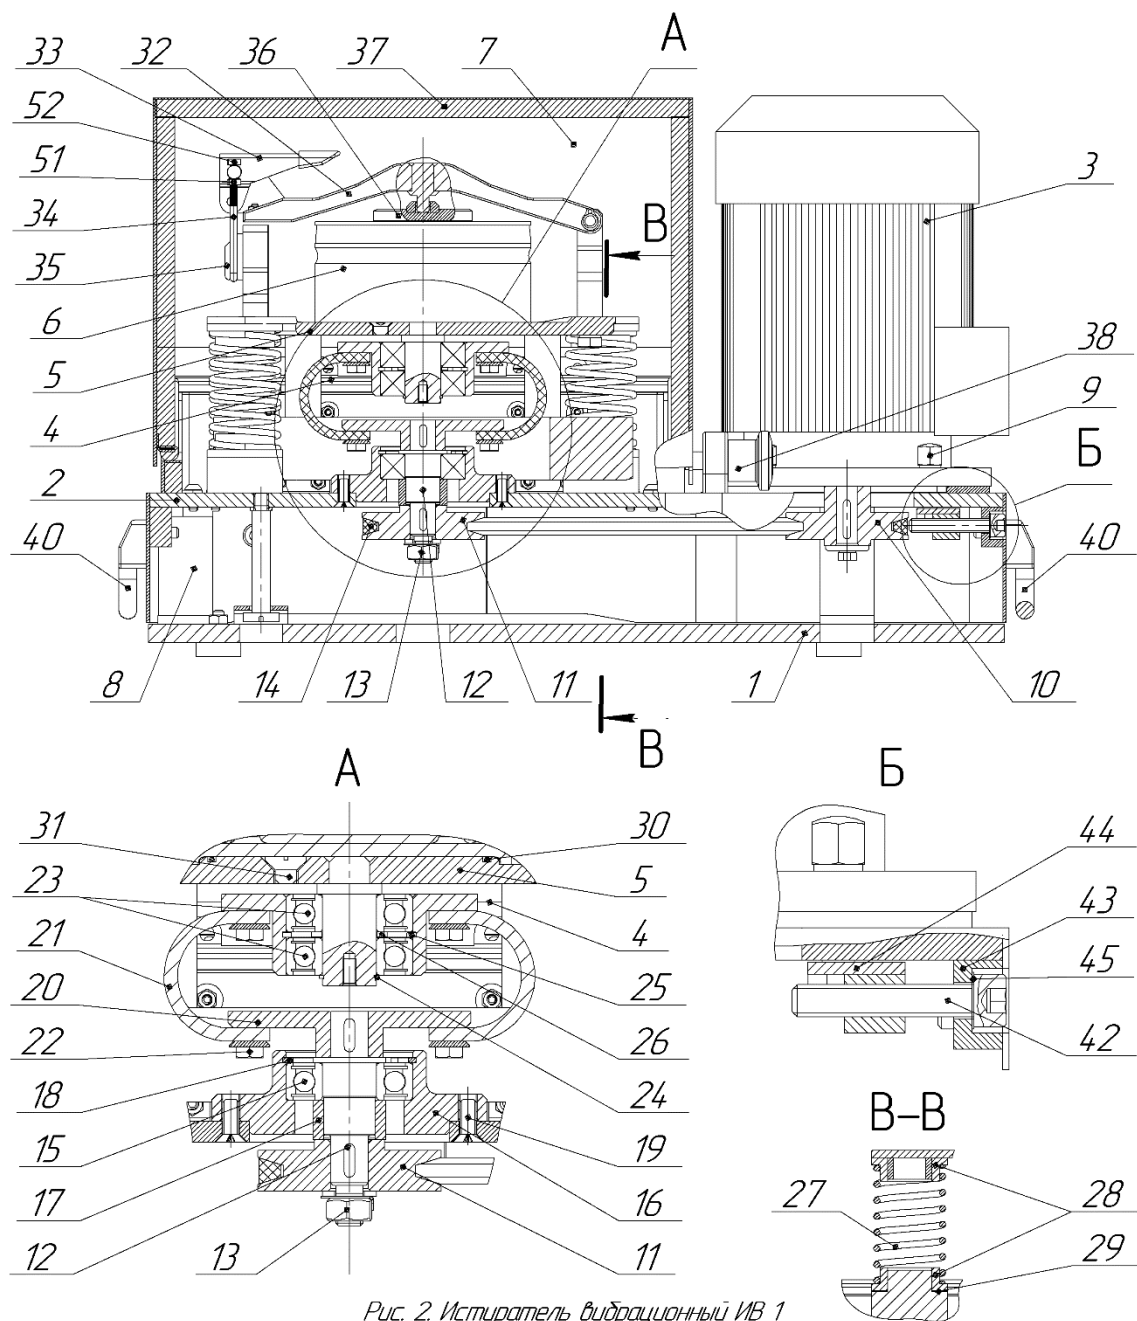

Рис. 2. Истиратель вибрационный ИВ 1
3.2.1 Замену подшипников дебаланса производите следующим образом (Рис. 2):
3.2.2 Замену подшипников вала полумуфты производите следующим образом (Рис. 2):
3.3 Регулировка натяжения клинового ремня (Рис. 2):